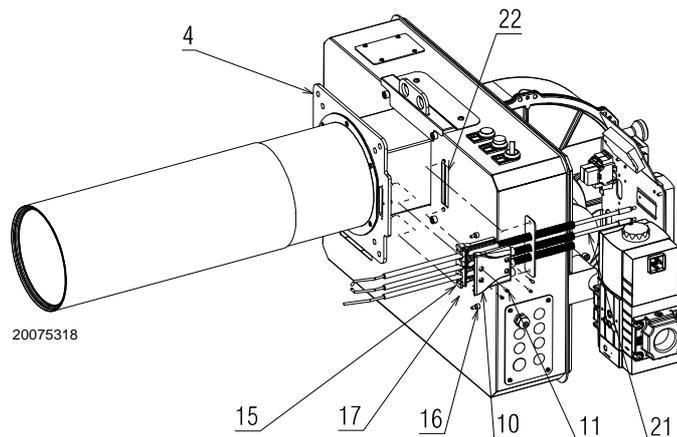
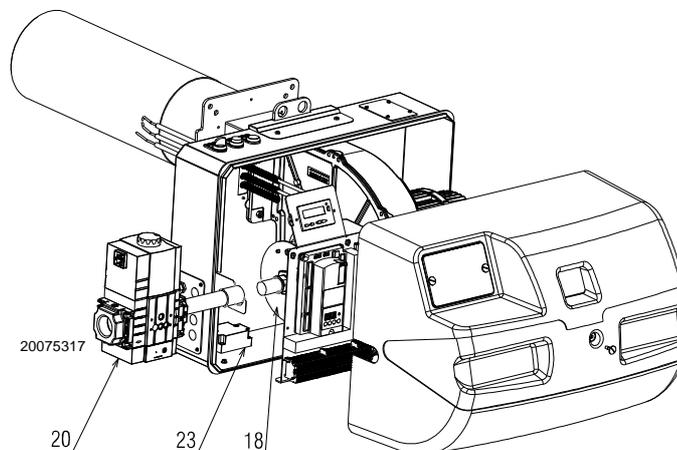
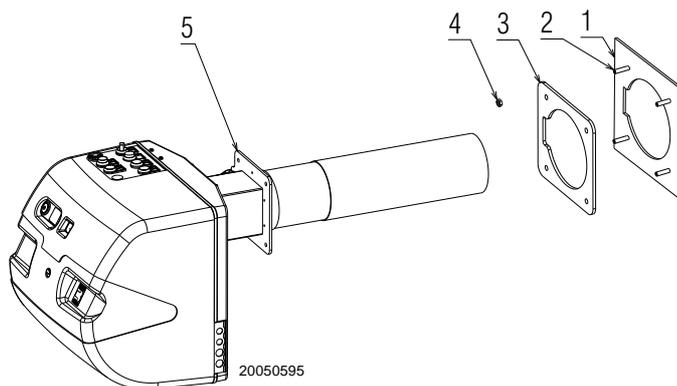

Fig. 18
Fig. 19
Fig. 20
I bruciatori sono forniti con la testa di combustione già montata. Per l'installazione degli elettrodi procedere come segue (Fig. 18 e Fig. 19):
- Fissare il gruppo rampa (20) al mixer (18).
- **Attenzione:** utilizzare un sigillante idoneo e verificare la tenuta gas (Fig. 20).
- Avvitare i prigionieri (2) alla piastra (1).
- Posizionare lo schermo refrattario (3).
- Fissare la flangia (4) (Fig. 18) alla piastra della caldaia e avvitare i dadi (4). Durante questa operazione fare attenzione a non manomettere il gruppo elettrodi.